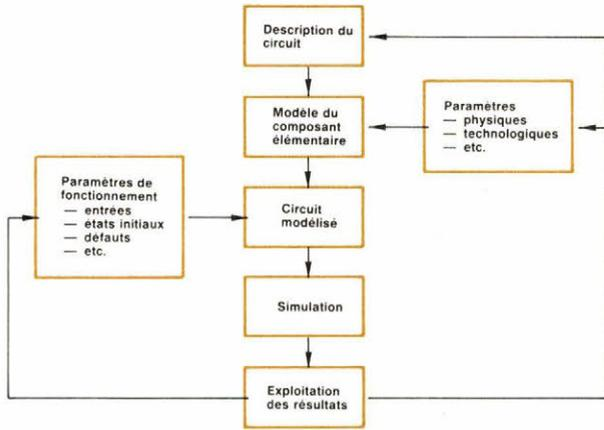

Fig. 2.
* L'organigramme de la figure 2 représente un processus classique d'analyse d'un circuit.